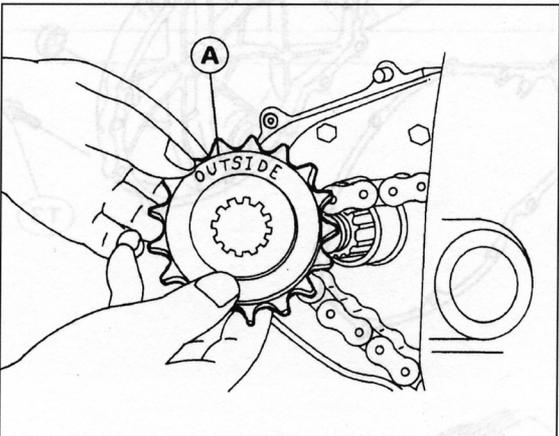

Bild 167
- Antriebskette lockern (Kapitel 3.13) und Ritzel «A» Bild 167 samt Kette von Nebenwelle abziehen.
-  OUTSIDE-Markierung A Bild 167 weist nach aussen.